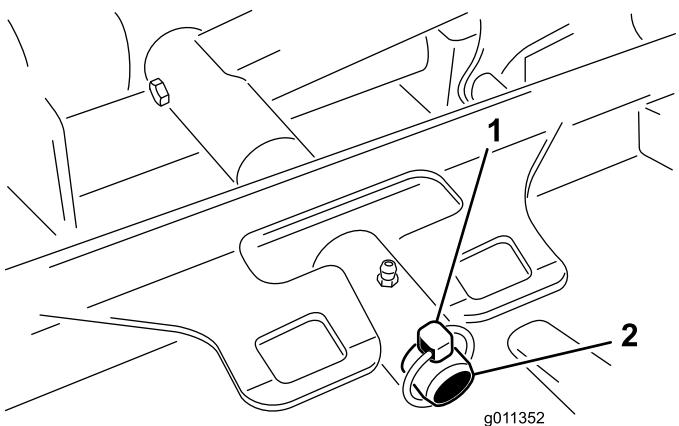

図11
3. デッキのキャリア・フレームを昇降アームのピボット・ピンに固定しているリンチ・ピン（GM4700の場合はリテーナ・ナット）を外す（図11）。
3. デッキのキャリア・フレームを昇降アームのピボット・ピンにセットする。リンチ・ピンまたはリテーナ・ナット（GM 4700の場合）で固定する（図11）。